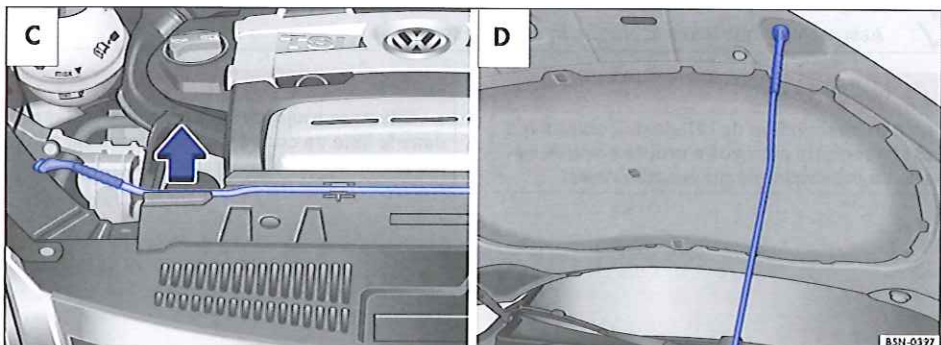

Fig. 190 Dans le compartiment-moteur : C : béquille de capot-moteur dans sa fixation ; D : capot-moteur ouvert.
- Retirez, dans le sens de la flèche, la béquille de sa fixation ⇒ fig. 190 C et accrochez-la dans l'ouverture du capot-moteur ⇒ fig. 190 D.
- Rabattez la béquille dans le sens inverse de la flèche ⇒ fig. 190 C.